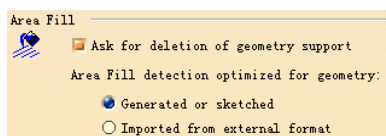

图 6-94
(6) Area Fill (区域填充) 选项组 (如图 6-94 所示)